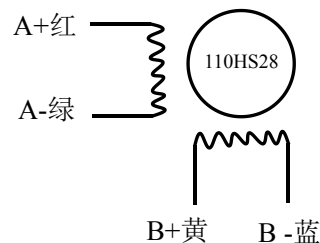

图 8 110HS28 接线示意图
- 2) 相是相对的，但不同相的绕组不能接在驱动器同一相的端子上（A+、A-为一相，B+、B-为另一相），110HS28 电机引线定义、串、并联接法如图 8 所示。